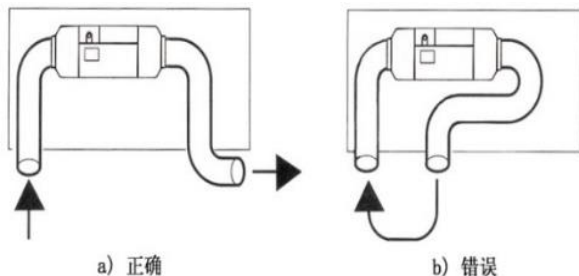

图 13
5.3.5 内循环模式的加热器，必须防止供出的热空气再次进入进风口(如图 13)。进入的空气应从车厢内较冷区域(如座椅下、铺位下)吸取。如不带进风波纹管，必须在进风口上安装带格栅的进风罩(图 4-6)。